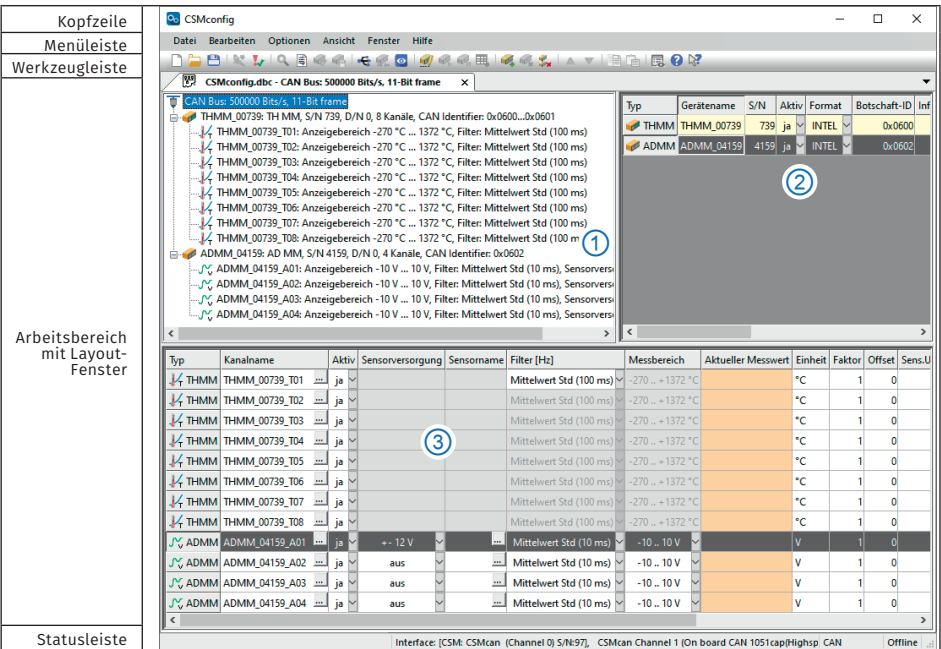

Abb. 5-2: CSMconfig Benutzeroberfläche
- ▶ **Baumansicht** (Abb. 5-2, ①)
- ▶ **Geräteliste** (Abb. 5-2, ②)
- ▶ **Kanalliste** (Abb. 5-2, ③)